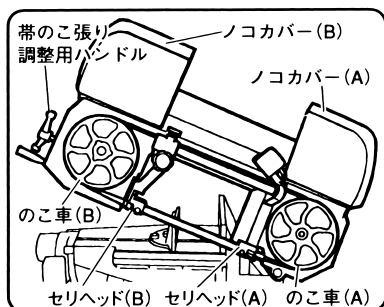

図 20
(1) ノコカバー(A)およびノコカバー(B)を上方に開きます。(図20)
(4) 帯のこ張り調整用ハンドルを反時計方向にまわし、のこ車(B)をのこ車(A)方向に移動させます。(図20, 22)
(5) 帯のこをフレーム上方側よりさし込み、さらにのこ車(A), のこ車(B)の順にかけてください。(図20)
(11) ノコカバー(A)およびノコカバー(B)を下方に閉じます。(図20)
(12) 電源プラグを電源にさし込みます。
(13) 電源スイッチを入れ、運転スイッチを押して、帯のこが異常なく回転することを確認してください。